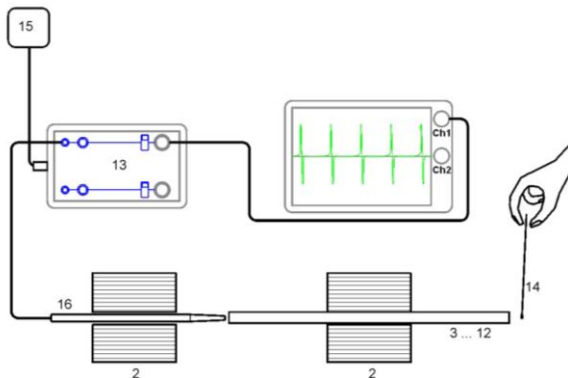

Fig. 1 Montaje experimental
- La barra de prueba y la sonda de micr3fono se colocan en sendas esterillas de posicionamiento (Fig. 1).
- Usando la masa de golpear se golpea la barra en la otra superficie frontal opuesta (Fig. 1).